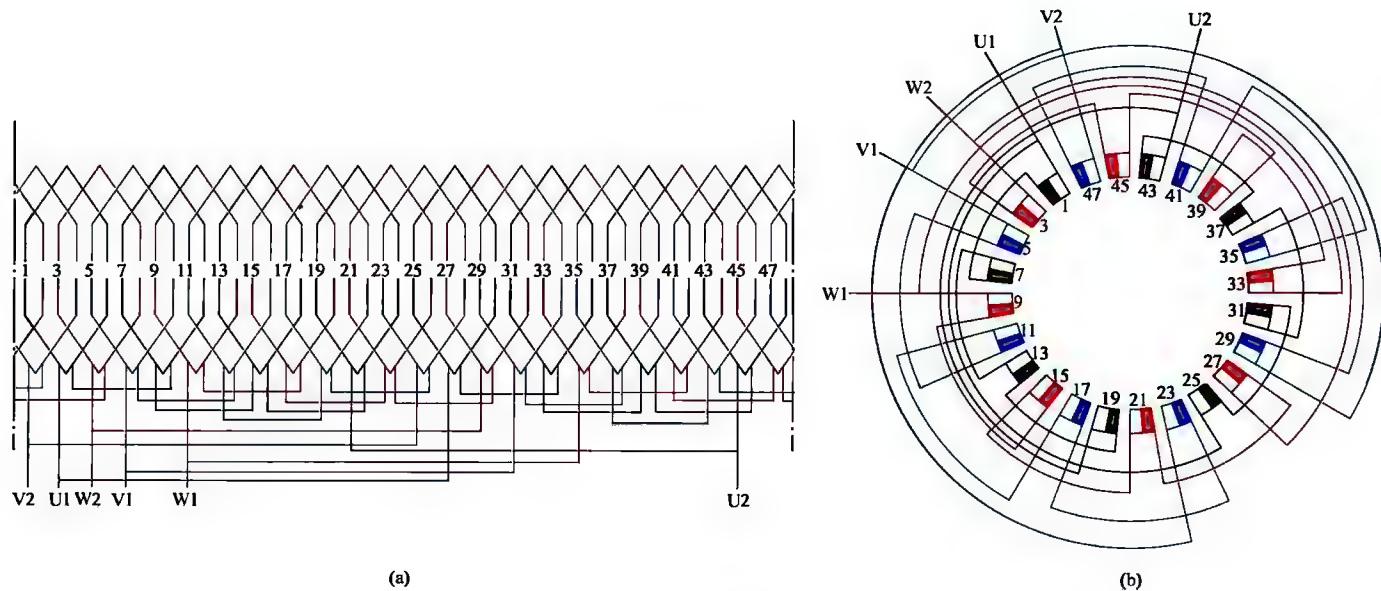

图 1-80 三相 8 极 48 槽单层链式绕组 2 路接法
80. 三相 8 极 48 槽单层链式绕组 2 路接法展开图与接线圆图 (见图 1-80)